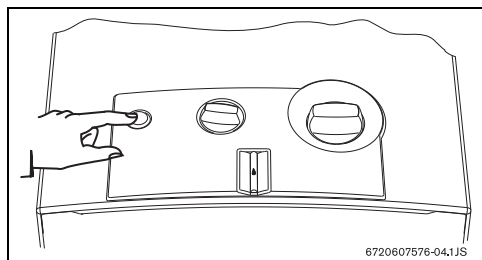

Рис. 6
- Нужно только нажать главный выключатель (рис. 6).